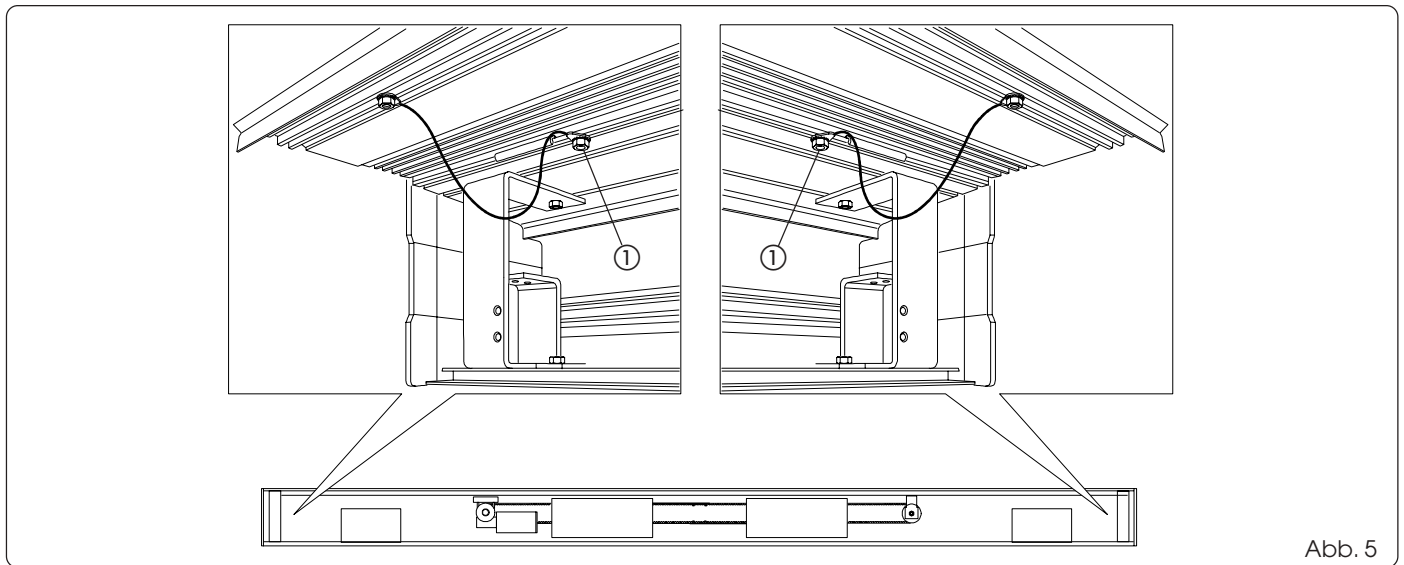

Abb. 5
Die Auffangkabel (wenn vorhanden) durch Abschrauben der Spannmutter laut Abb. 5 Bez. ① von der Seite des Querträgers abnehmen.